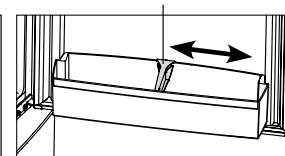

Figura 7
3.1.5 limitatorul de sticlă împiedică răsturnarea acestora atunci când se deschide și se închide ușa. Limitatorul poate fi deplasat de-a lungul peretelui rezervorului în conformitate cu figura 7.